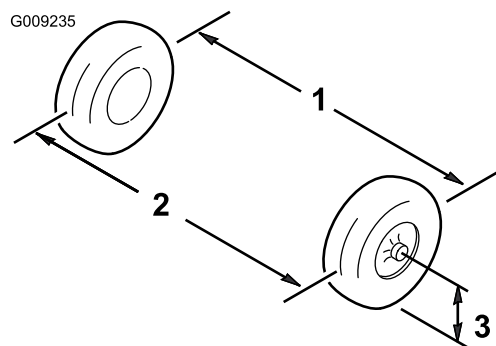

Figura 50
1. Misurate la distanza tra i pneumatici anteriori all'altezza dell'assale, davanti e dietro le ruote (Figura 50).